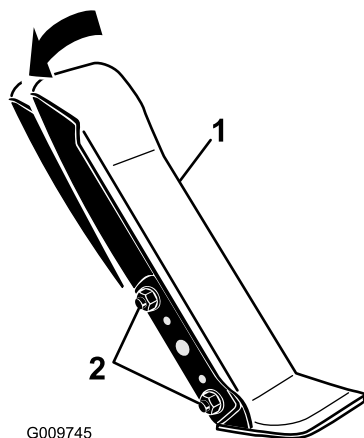

図 72
1. 走行ペダルの左側をブラケットに固定しているナットとボルト（各2）をゆるめる（図 72）。
2. 走行ペダルを希望の角度に調整しナットで固定する（図 72）。